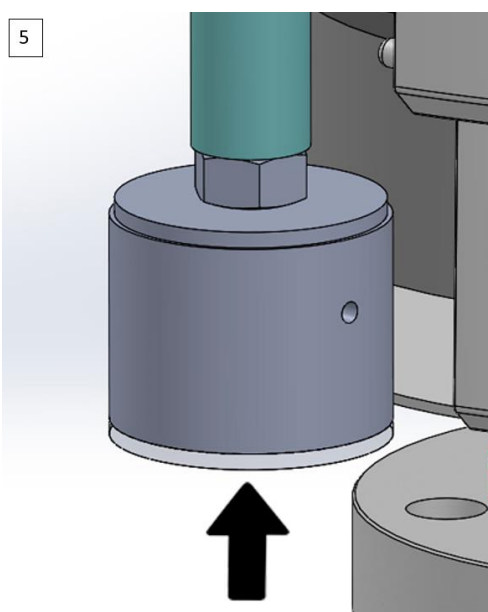

Fig.24 Réglage du frein de course. Fermez le couvercle.
5. Remplacez le couvercle du bouton pour fermer le système, comme le montre la figure 24.